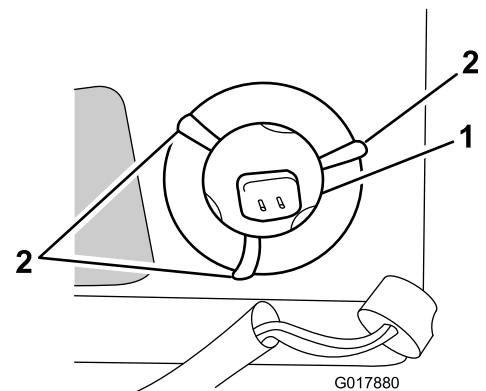

図 31
7. 金属製スリーブについているワイヤタブ電球を固定しているものを外側に曲げる 図 31 を参照。